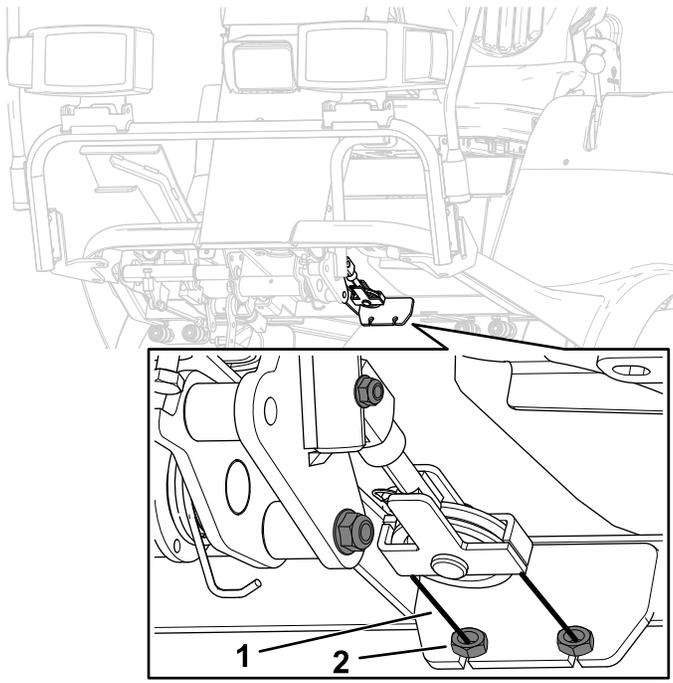

**Bild 86**
1. Treten Sie das Bremspedal durch, um zu prüfen, ob der Abstand am vorderen Ende des Schlitzes ausreicht (**Bild 86**).